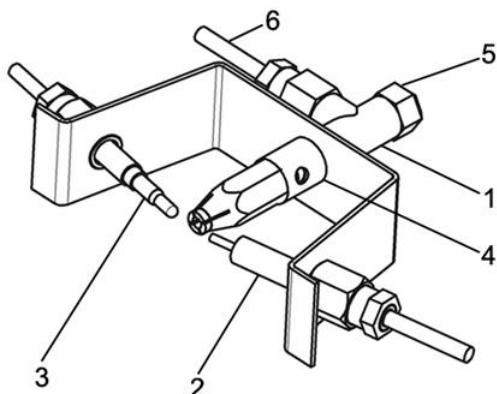

Рис.4 Устройство узла запальной горелки
- Найдите заглушку 5 (рис.4) соответствующей запальной горелки.
- Открутите ключом на 11 заглушку 5 (рис.4), под которой располагается регулировочный винт мощности пламени запальной горелки.
- Если пламя запальной горелки коптит или шумит, необходимо отрегулировать подачу первичного воздуха шибером 4 (рис.4), путем поворота его вокруг своей оси.
- После того, как пламя запальной горелки отрегулировано, закрутите заглушку 5 (рис.4).
- Если пламя запальной горелки коптит или шумит, необходимо отрегулировать подачу первичного воздуха шибром 4 (рис.4), путем поворота его вокруг своей оси.